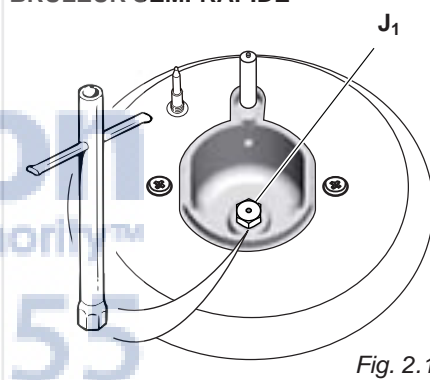

Fig. 2.11
- En vous servant d'une clef, remplacez les busettes "J₁", "J₂" et "J₃" (fig. 2.11, 2.12) avec celles les plus appropriées pour le type de gaz à utiliser.